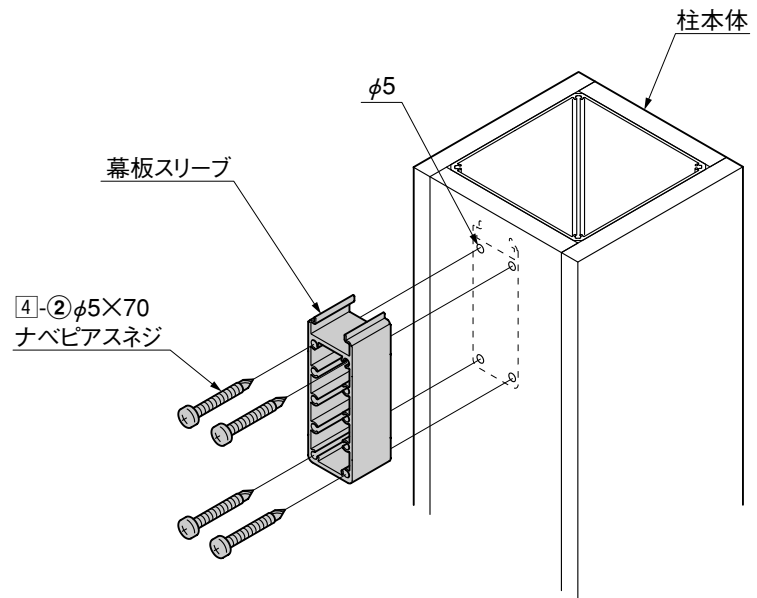

図2-4 幕板スリーブの取付け
② 幕板スリーブを柱本体に4-②で取付けてください。(図2-4参照)